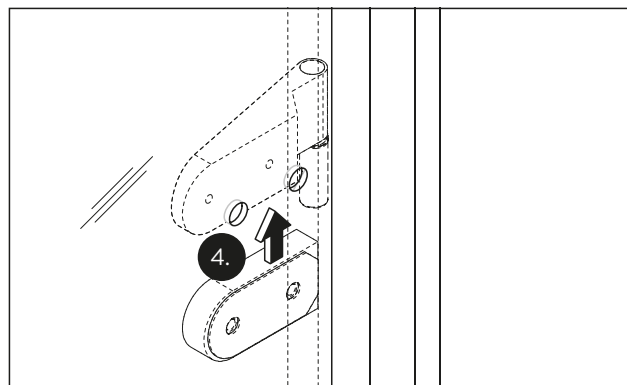

Abb. 9 Futterstück positionieren
4. Die Futterstücke auf der Bandseite zwischen dem Glastürflügel und den Rahmenteilern positionieren (Abb. 9).